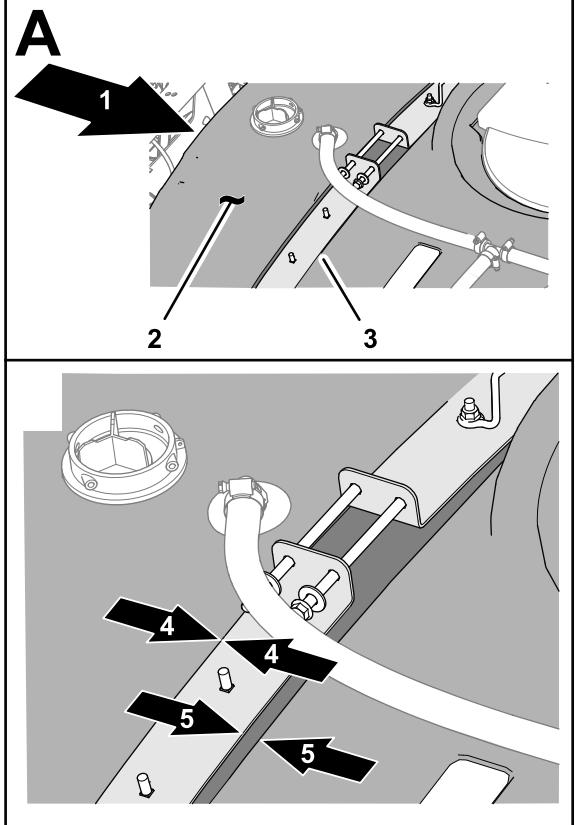

図 8
2. 液剤タンクを前方に移動させる液剤タンクの一番後ろの固定ベルト用くぼみの後ろ側にタンク固定ベルトがぴったりと合うまで移動させる図 8。